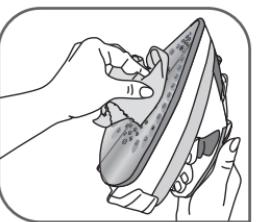

Fig.22
- Nem megfelelően megvalásztott programmal való vasalás azonban hagyhat olyan nyomokat, melyeket kézzel kell eltávolítani. Ilyen esetben célszerű a még langos talpat puha és nedves ronggyal áttörni, hogy a bevonat ne séreljön – fig.22.